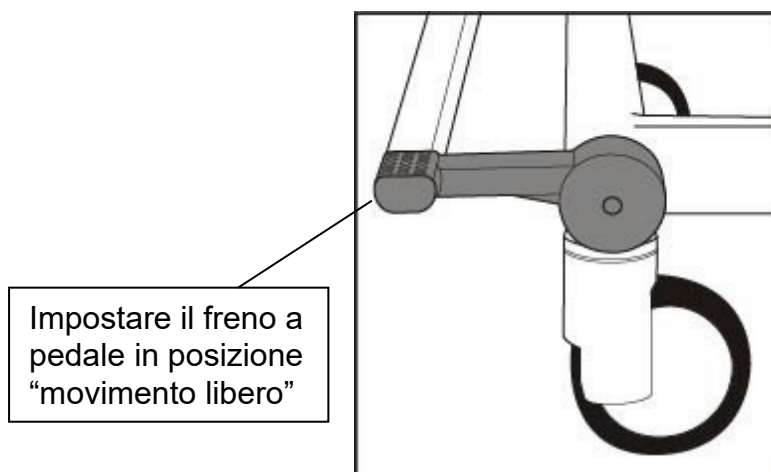

Fig. 2 - Posizione movimento libero
2. Controllare che i freni siano sbloccati e che i freni a pedale siano in posizione "movimento libero" **(vedere fig. 2)**.